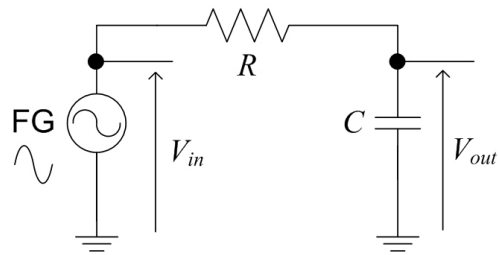

Fig.E1.2: RC回路の周波数応答測定回路
抵抗器 (R)，コンデンサ (C) を利用した代表的な回路のひとつで，Fig.E1.2 に示すように R と C を直列に結合した回路構成である．